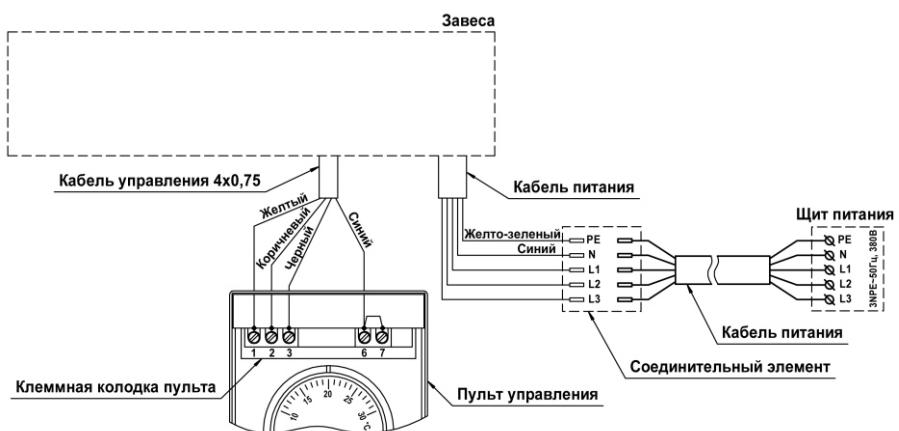

Рис. 3 Схема подключения
6.6 Подключение к стационарной электросети производить в соответствии со схемами, приведенными на рис. 3 Приложения и на корпусе занавеси. Жилы кабеля, идущего от источника питания необходимо соединить с жилами силового кабеля, выведенного из корпуса занавеси. Соединение производить с помощью клеммной колодки или специальных соединительных зажимов, обеспечивающих надежную изоляцию и фиксацию проводов (в комплект поставки не входят).